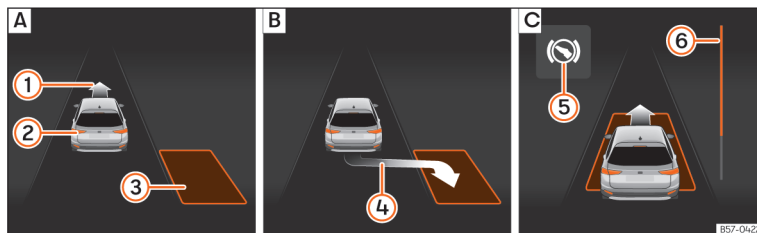
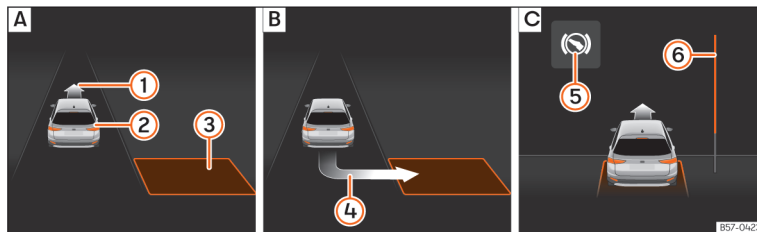

Рис. 144 Дисплей комбінації приладів: паралельне паркування. [А]: Пошук місця для паркування. [Б]: Положення для паркування. [В]: Маневрування.
Рис. 145 Дисплей комбінації приладів: перпендикулярне паркування. [А]: Пошук місця для паркування. [Б]: Положення для паркування. [В]: Маневрування.
- На дисплеї комбінації приладів перевірте, чи "підходить" знайдене місце для паркування та чи правильне положення займає автомобіль >>> рис. 144 [Б] або >>> рис. 145 [Б]. Якщо місце підходить для паркування, на дисплеї відображається стрілка ④.
» **рис. 144** **С** або » **рис. 145** **С**; **АБО:** їдьте заднім ходом, доки на дисплеї комбінації приладів не з'явиться повідомлення **Робота Park Assist завершена**. Графічний індикатор **6** показує залишкову відстань.
» **рис. 144** **С** або » **рис. 145** **С**.
Графічний індикатор » **рис. 144** **6** та » **рис. 145** **6** на комбінації приладів показує залишкову відстань, яку треба проїхати. Чим більша відстань, тим повнішим виглядає